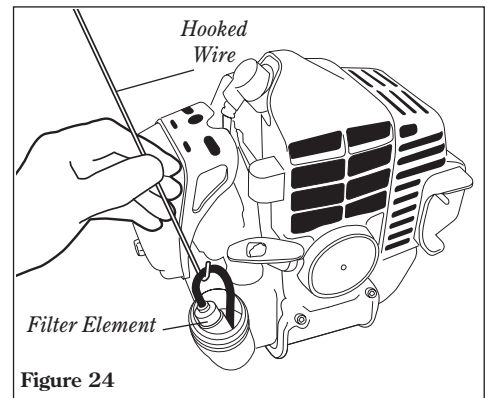

Figure 24
- Utiliser un crochet en fil de fer pour extraire la crépine de carburant du réservoir à carburant (Figure 24). Inspecter l'élément du filtre à carburant. S'il montre des signes de contamination par des débris, le remplacer par un élément de filtre à carburant Shindaiwa. Avant de réinstaller le filtre, inspecter le conduit d'alimentation en carburant. S'il est endommagé ou détérioré, ne pas utiliser l'appareil tant qu'il n'a pas été inspecté par un technicien agréé Shindaiwa.